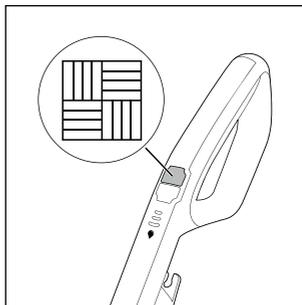

Fig. 13
- ◆ Para encender el aparato, pulse el interruptor de suelos  **14** (consulte la fig. 13). Tras esto, el led del interruptor de suelos  **14** se enciende en azul.
- ◆ Para apagar el aparato, vuelva a pulsar el interruptor de suelos  **14** (consulte la fig. 13).